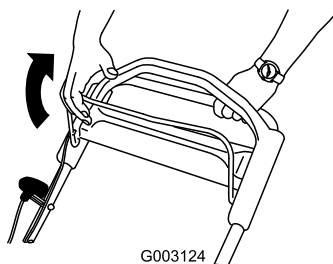

Figure 13
1. Serrez la barre de commande de la lame contre le guidon (Figure 13).